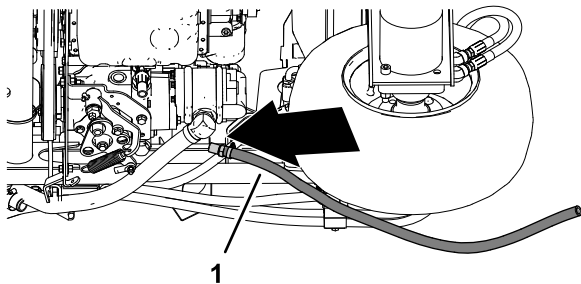

Figura 48
1. Alla base della macchina, allineate il flessibile di ritorno del refrigeratore dell'olio con la canalina del telaio destra come mostrato in Figura 48.